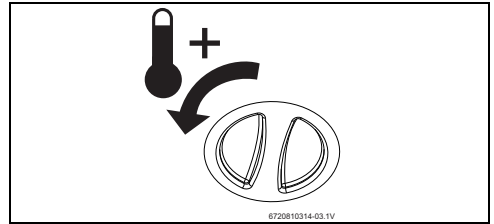

Fig. 11 Aumentar la temperatura
- ▶ Ajustar el limitador de temperatura a la máxima temperatura (→ Fig. 11).